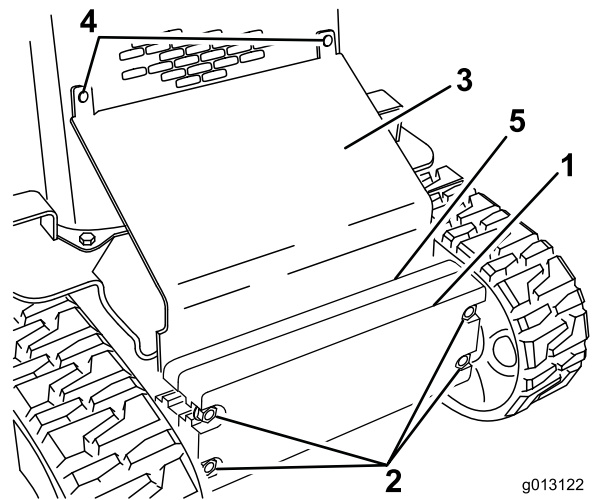

Figure 29
2. Desserrez les boulons de fixation des masses (Figure 29).
10. Glissez la plaque inclinée entre le cadre et les masses, et fixez-la au panneau avant à l'aide des boulons de carrosserie et des écrous enlevés précédemment (Figure 29).
11. Serrez les boulons de fixation des masses avant (Figure 29).